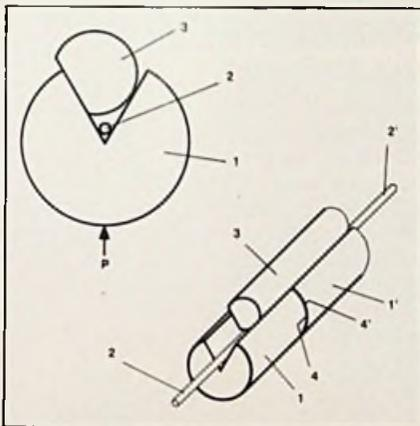

Bild 5. Neuartiges Verbindungsprinzip einer Faser-Faser-Kopplung
Erstmals wurde im Herbst vergangenen Jahres ein Verbindungsprinzip vorgestellt, das diese bisherigen Nachteile vermeidet. Die für die Funktion der Steckverbindung wichtigsten Teile sind in Bild 5 im Querschnitt und in einer perspektivischen Ansicht dargestellt. Das Kernstück des Kupplers bilden zwei Keramikzylinder (1 und 1'), die längs ihrer Oberfläche einen V-förmigen Einschnitt zur Aufnahme der Fasern (2 und 2') aufweisen. Die zu verkopplenden Fasern werden darin mit einem Kleber so befestigt, daß ihre Endflächen mit den Stirnflächen der Zylinder (4 und 4') bündig abschließen. In die Vertiefung greift ein seitlich angeschliffener Stahlstift (3) derart ein, daß die Schlifffläche und eine der Seitenflächen des V-förmigen Einschnittes aufeinander treffen. Keramikzylinder (1') und Stift (3) sind starr im Buchenteil der Kupplung befestigt, während der Keramikzylinder (1) lose im Steckerteil gehalten ist. Beim Zusammenfügen der beiden Kupplungshälften schiebt sich der über die Stirnfläche (4') des Zylinders (1') etwas hinausragende Stift (3) in den V-förmigen Einschnitt des Zylinders (1). Durch die Kraft (P) einer Feder wird er an den Führungsstift (3) angepreßt und in die gewünschte Lage gebracht. Die Genauigkeit, mit der zwei Zylinder bzw. zwei Fasern in der Kupplung zu-